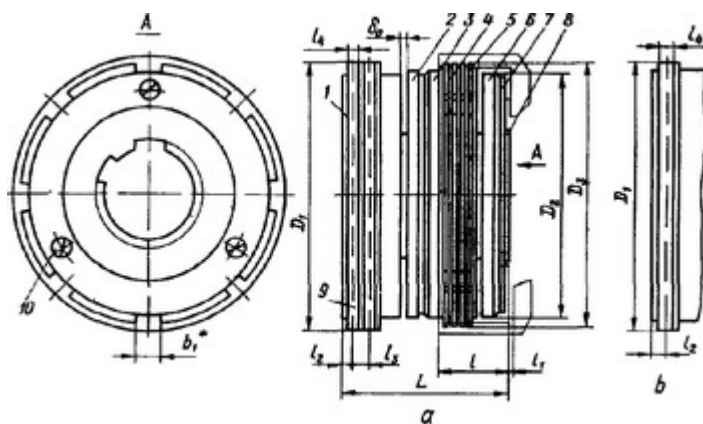
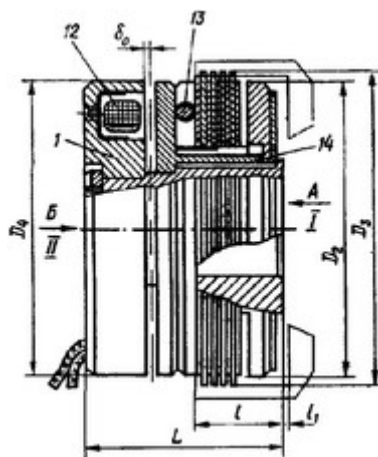

Рис.1. Муфты контактные:
Рис.3. Муфты тормозные:
3.1. Муфта (рис. 1, 2, 3) состоит из следующих основных частей: корпуса 1, пакета фрикционных дисков (внутренних 4 и наружных 5) и якоря 2. Муфта собрана на общей втулке 8, сидящей на ведущем (ведомом) валу. С ведомым (ведущим) валом связан поводок (в комплект поставки не входит), который соединяется с наружными дисками. Внутренние диски связаны с втулкой. Катушка возбуждения 12 закреплена в корпусе (в контактной и тормозной муфтах) или в держателе 11 (в бесконтактной муфте). Выводные концы катушек бесконтактной и тормозной муфт выведены наружу через специальное отверстие в корпусе и держателе. В контактных сухих и масляных муфтах один выводной конец катушки присоединяется к контактному кольцу 9, другой - к корпусу. В контактной быстродействующей муфте оба конца катушки выведены на контактные кольца.
I — см. рис. 1, \* 3 пазов
I — см. рис. 1; II — см. рис. 3.
- отпустите стопорный винт 13 (рис. 3);
- отвинтите три винта 10 (рис. 1), крепящие фиксатор 7;
- наденьте на втулку 8 новые диски в последовательности, указанной на рис. 1 (крайними с обеих сторон пакета должны быть внутренние диски).